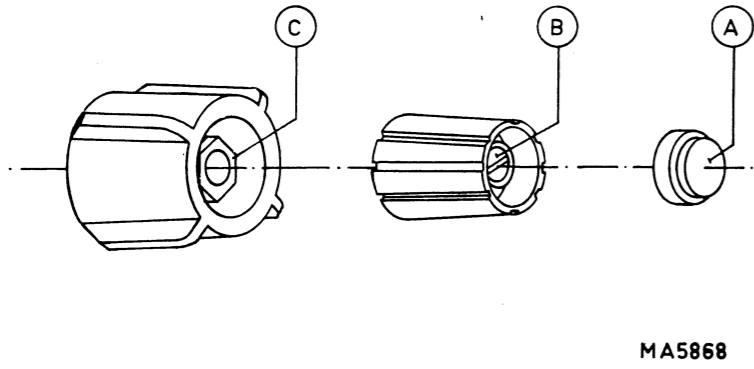

Fig. 3.2. Removing the knobs
3.3.3.1. Single knobs (Fig. 3.2)
3.3.3.2. Double knobs (Fig. 3.2)